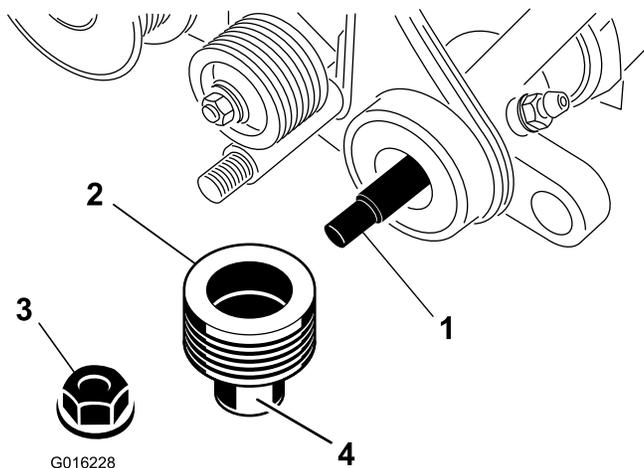

Figure 9
- Appliquez de la graisse sur la surface du joint de la poulie mené, comme montré à la Figure 9.
- Glissez la poulie sur l'arbre de groomer (Figure 9).
- Fixez la poulie à l'arbre avec un contre-écrou à embase serré à un couple de 23 à 28 N·m (Figure 9).
- Appliquez de la graisse sur le joint de la plaque de support gauche et au bout de l'arbre du groomer (Figure 9).